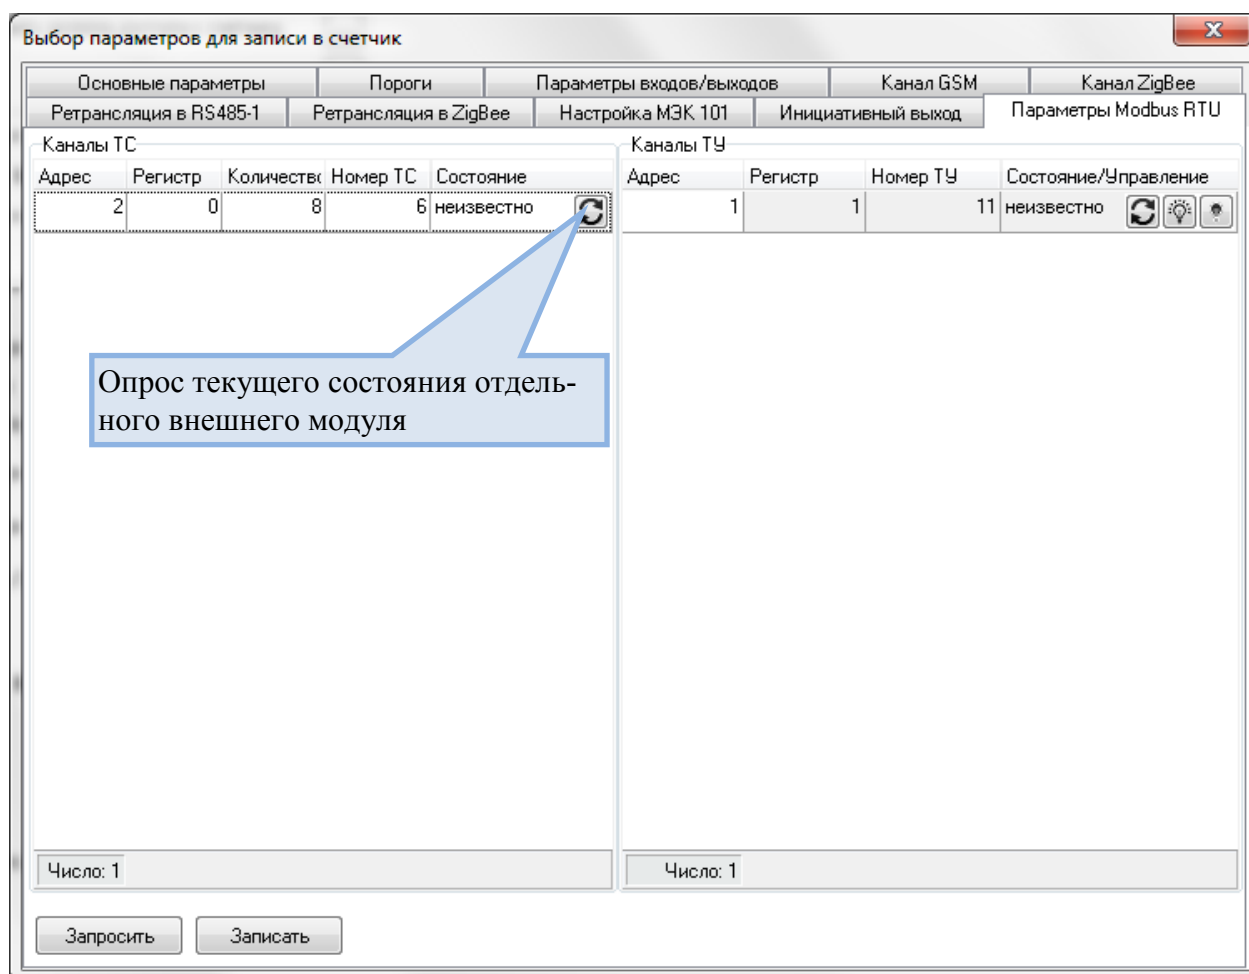

Рисунок 2.12
2.10.4 Установка параметров каналов ТС внешних модулей, поддерживающих протокол Modbus RTU, производится в окне *Выбор параметров для записи в счетчик* на вкладке *Параметры Modbus RTU* на панели *Каналы ТС* (рисунок 2.12) следующим образом:
Опрос каналов ТС внешних модулей (рисунок 2.12) начинается, если канал RS485-1 переведен в режим работы Modbus RTU, и определен хотя бы один внешний модуль. Счетчик с периодом 200 мс формирует команду «Modbus» для внешнего модуля и ожидает ответ от него в течение тайм-аута ожидания ответа. Команда запрашивает данные всех каналов ТС внешнего модуля целиком. Например, если задан адрес внешнего модуля, равный 2, регистр 0x0000 и количество 8, то сформируется команда, запрашивающая регистры ТС с адреса 0x0000 по адрес 0x0007 внешнего модуля, т.е. – все восемь каналов ТС внешнего модуля. Если в течение тайм-аута ожидания ответа ответ не поступил, в журнале формируется запись о неизвестном состоянии каналов ТС. При получении ответа значение ТС сравнивается с сохраненным ранее. Если значения отличаются, то в журнале формируется запись об изменении состояния ТС.